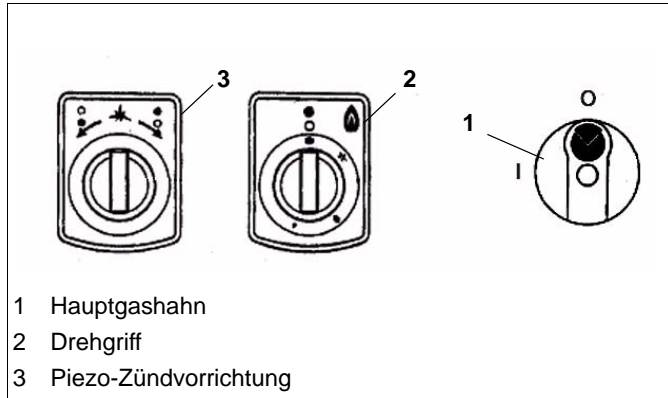

Fig.9 Bedienungspanel
- ⇒ Wasserzufuhrhahn (4/ Fig.9) solange öffnen bis das Becken gefüllt ist.
Der Drehgriff (2/ Fig.9) hat vier Hauptstellungen:
- ⇒ Drehgriff (2/ Fig.9) ganz eindrücken.
- ⇒ Drehgriff (2/ Fig.9) ganz hineingedrückt halten.
- ⇒ Gleichzeitig das am Zündbrenner ausströmende Gas mit der Piezo-Zündvorrichtung entzünden. Durch Drehen des Griffes (3) in oder gegen den Uhrzeigersinn wird der Brenner gezündet.
- ⇒ Drehgriff (2/ Fig.9) leicht eindrücken und von der Position Zündbrenneranzündung (★) gegen den Uhrzeigersinn in die Grossstellung (🔥) drehen. Die Grossstellung (🔥) entspricht der maximalen Brennerleistung bzw. Nennwärmebelastung.
- ⇒ Drehgriff (2/ Fig.9) ganz hineindrücken und gegen den Uhrzeigersinn von der Position Grossstellung (🔥) in Richtung Kleinstellung (🔥) drehen. Dabei wird die Flamme immer kleiner. In der Kleinstellung (🔥) hat der Hauptbrenner die niedrigste Leistung.
- ⇒ Um von der Kleinstellung (🔥) wieder in Richtung Grossstellung (🔥) zu kommen, Drehgriff (VB, HB / Fig.9) ganz hineindrücken und im Uhrzeigersinn drehen.
- ⇒ Den Schalter (2/Fig.9) auf Grossstellung (☰) drehen.
- ⇒ Mit dem Schalter (2/Fig.9) die geeignete Kochtemperatur einregulieren, entsprechend der Quantität und Qualität der zu kochenden Lebensmittel.
- ⇒ Drehgriff (2/Fig.9) im Uhrzeigersinn von Grossstellung (☰) auf Zündbrenneranzündung (★) zurückdrehen. Die Gaszufuhr zum Hauptbrenner wird unterbunden und die Hauptflamme stellt ab. Die Zündbrennerflamme brennt weiter und ist für einen weiteren Einsatz des Hauptbrenners bereit.
- ⇒ Drehgriff (2/Fig.9) leicht drücken und im Uhrzeigersinn von Zündbrenneranzündung auf Aus drehen. Die gesamte Gaszufuhr wird unterbunden und die Zündflamme erlischt.
- ⇒ Hauptbrenner und Zündbrenner abschalten (2/Fig.9).
- ⇒ Hauptgashahn (1 / Fig.9) schliessen. Bei Flüssiggas-Betrieb ist zusätzlich das Flaschen- oder Tankventil zu schliessen.